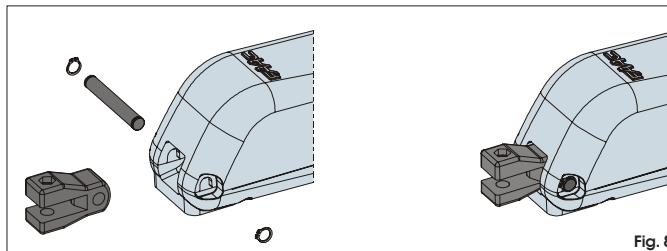

Fig. 8
2) Assemblare l'attacco posteriore all'operatore come indicato in Fig.8.